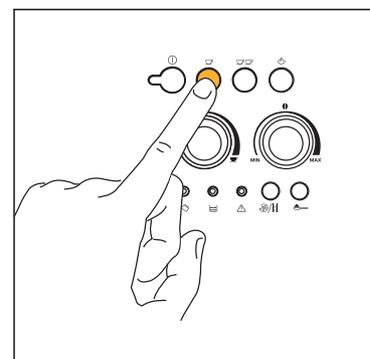
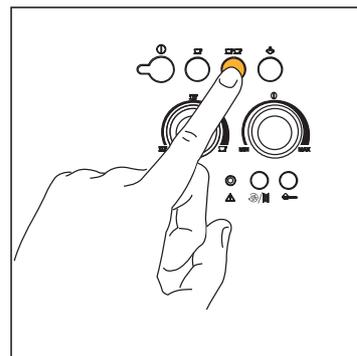
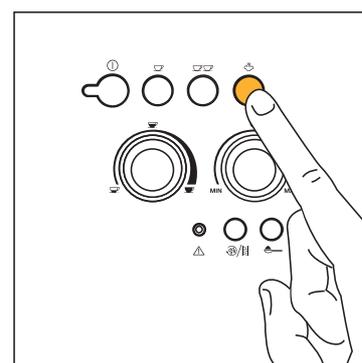
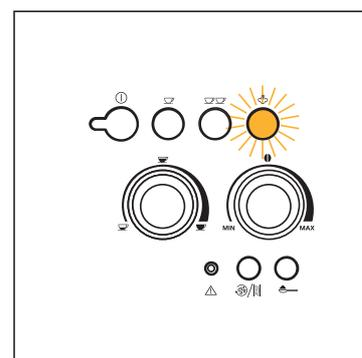

Fig. 12
Fig.13
Fig.21
Fig.22
- 5) Appuyez sur la touche  (fig. 12) si vous désirez faire un café ou sur la touche  (fig. 13) si vous désirez faire 2 cafés. *La machine va maintenant moudre les grains et exécuter une brève pré-infusion avant de compléter la sortie de café dans la tasse.*
NOTA 4: pendant que la machine fait le café, vous pouvez interrompre la sortie à tout moment en appuyant sur la touche ☺ (fig. 12) ou ☹☹ (fig. 13) précédemment sélectionnée.
NOTA 5 : dès que le café a fini de couler, si vous souhaitez augmenter la quantité, il suffit de maintenir la pression sur la touche ☺ (fig. 12) ou ☹☹ (fig. 13) précédemment sélectionnée jusqu'à obtenir la quantité désirée (cette opération doit être exécutée dans les 3 secondes après que le café a fini de sortir).
- Appuyez sur la touche vapeur (fig. 21). Le voyant ☼ (fig. 22) commence à clignoter pour indiquer que la machine est en préchauffage.
- Une fois la température désirée atteinte, arrêtez la sortie de vapeur en tournant complètement la manette dans le sens des aiguilles d'une montre (fig. 6) et appuyez sur la touche vapeur (fig. 21) pour désactiver la fonction vapeur.
NOTA 1: si, juste après avoir préparé le cappuccino et désactivé la fonction vapeur en appuyant sur la touche vapeur ☼ (fig. 21), vous appuyez sur la touche ☼ (fig. 12) ou ☼☼ (fig. 13) pour demander encore du café, la machine aura une température trop élevée pour faire du café (les voyants verts ☼ et ☼☼ clignotent pour indiquer que la température n'est pas bonne). Il faudra attendre une dizaine de minutes que la machine refroidisse un peu.